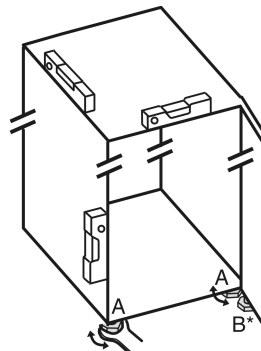

Fig. 8
- Seřizovací nožky Fig. 8 (A) vyšroubujte pomocí přiloženého vidlicového klíče a pomocí vodováhy, dokud nebude spotřebič pevně vyrovnaný.
- Seřizovací nožku Fig. 8 (B) na stojanu ložiska vytácejte pomocí přiloženého vidlicového klíče, až dosedne na zem.
- Seřizovací nožku Fig. 8 (B) otáčejte dál o 90°.